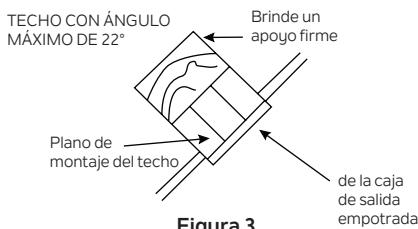

Figura 3
**NOTA:** Debe usar una varilla de extensión de 12" o más para una pendiente de 22° (ángulo máximo de 22°). (Figura 3)